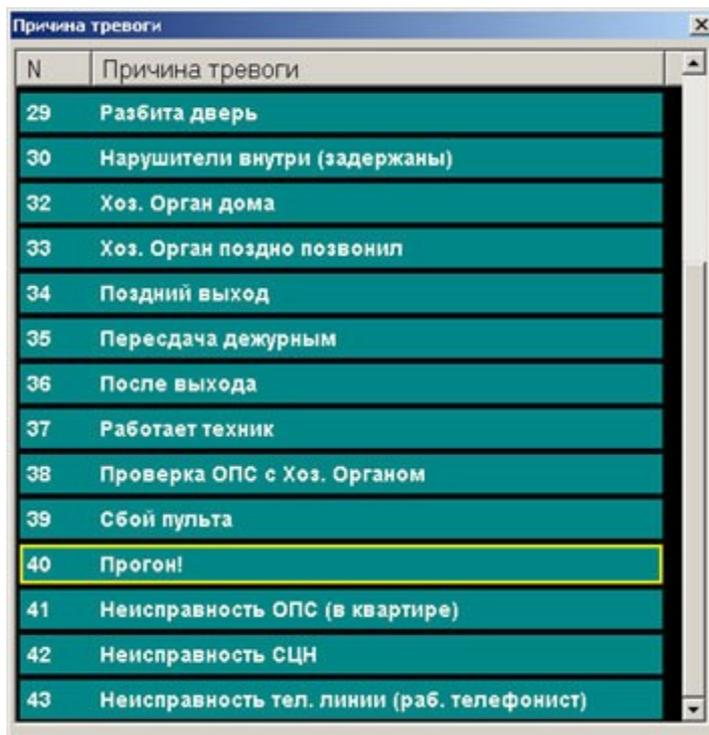

Рисунок 3.31. Окно «Причина тревоги»
3. При нажатии активной кнопки **Причина** или на клавишу **Забой (Backspace)** откроется окно со списком стандартных тревог, зарегистрированных в базе данных (рисунок 3.31).